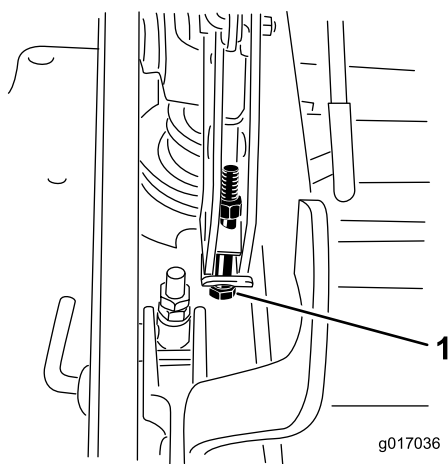

Figure 91
13. Si le plateau est trop bas, serrez le boulon de réglage monopoint dans le sens horaire. Si le plateau est trop haut, desserrez le boulon de réglage monopoint dans le sens antihoraire (Figure 91).